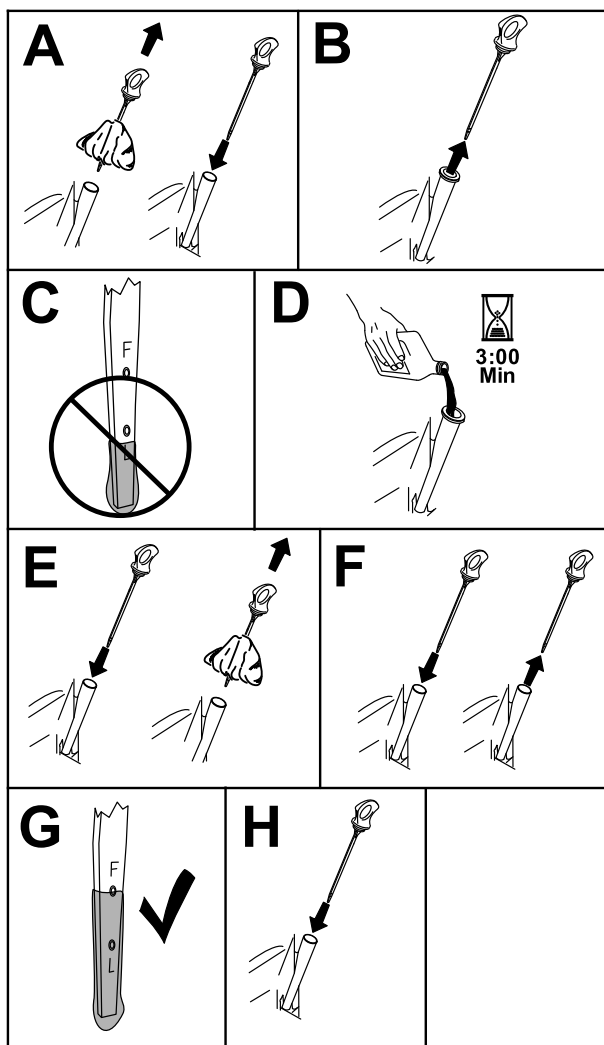

Figure 34
3. Pour éviter de faire tomber de l'herbe, de la poussière, etc., dans le moteur, nettoyez la surface autour du bouchon de remplissage-jauge d'huile, avant de l'enlever (Figure 34).